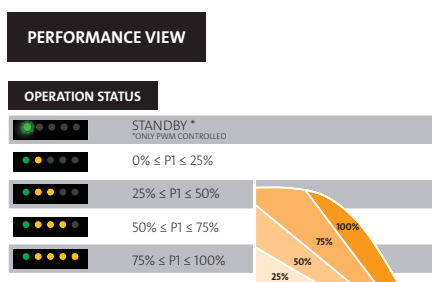

Abb. 3 Betriebsbereich in Abhängigkeit von der Leistungsaufnahme
- Ist die Umwälzpumpe in Betrieb, leuchtet die Meldeleuchte 1 grün. Die vier gelben Meldeleuchten zeigen die aktuelle Leistungsaufnahme, P1, entsprechend der nachfolgenden Tabelle an. Siehe Abb. 3.